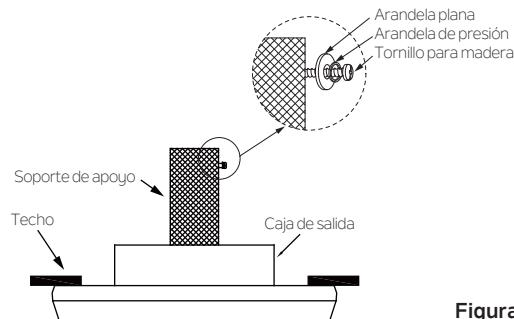

Figura 11
Paso 1. Deslice la arandela de presión, luego la arandela plana sobre el tornillo para madera, luego introduzca el tornillo para madera en el lado del soporte que sostiene la caja de salida. Deje 3 mm (1/8 in) de espacio entre el soporte de apoyo y la arandela plana. (**Figura 11**)